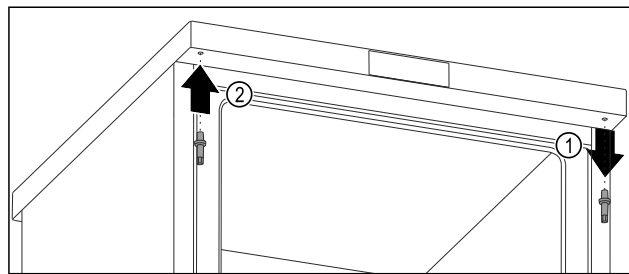

Fig. 12
- ▶ Відкрутіть верхній болт за допомогою шестигранного ключа. Fig. 12 (1)
- ▶ Затягніть болт із протилежного боку за допомогою шестигранного ключа. Fig. 12 (2)